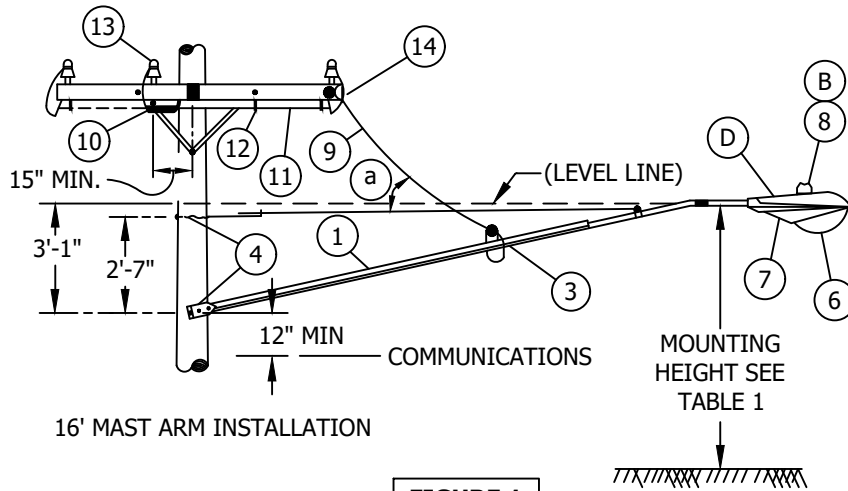

FIGURE 1
- I. FIGURES 1 THROUGH 4 ARE SHOWN AS TYPICAL STREET LIGHT LUMINAIRES ONLY. SEE O.H. PAGE 1521.1 AND U.G. PAGES 4421.1 THROUGH 4424 FOR SPECIFIC DETAILS.